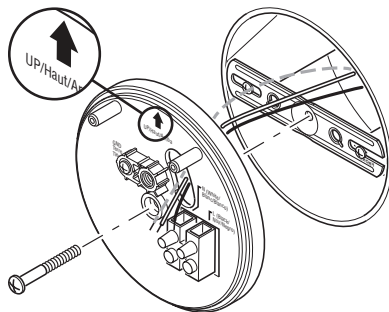

Figure 3
3. Achemenez les fils de la boîte de jonction à travers le trou de la plaque de montage (voir la Figure 3).
4. Placez la plaque de montage contre la boîte de jonction (voir la Figure 3).
5. Insérez le petit boulon de fixation à travers le trou de la plaque de montage situé en-dessous du trou taraudé. Vissez ce boulon dans le trou central du support de montage (voir la Figure 3). Serrez solidement le boulon.